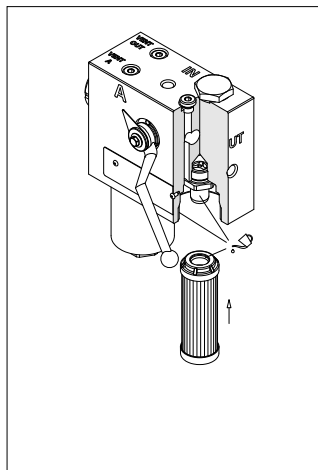

fig. 26
- (Fig. 26) Lubrificare con il fluido di lavoro l'O-ring dell'elemento filtrante, il codolo e la sede della testata, quindi calzare l'elemento filtrante sul codolo. Prestare attenzione a non danneggiare la guarnizione O-ring